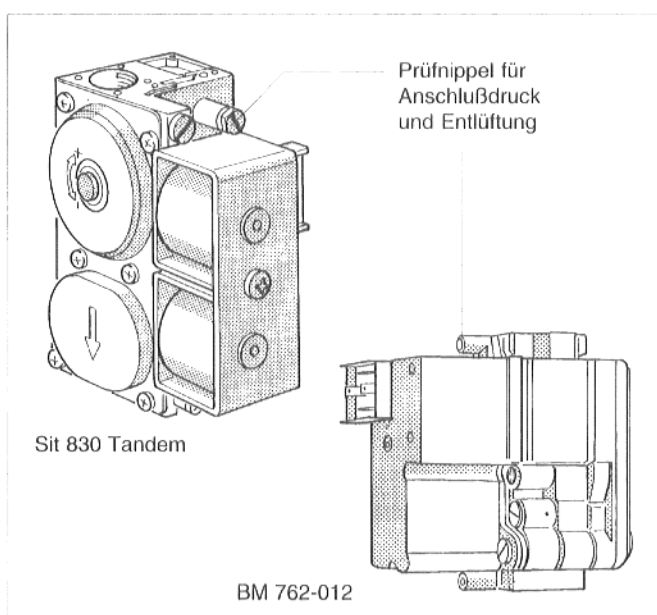

Abb. 2: SIT 830 Tandem und BM 762-012
- Verschußschraube des Prüfnippels für Anschlußdruck (Abb. 2 bis 4) zwei Umdrehungen lösen; bei SIT 830 Tandem Verschußschraube entfernen.